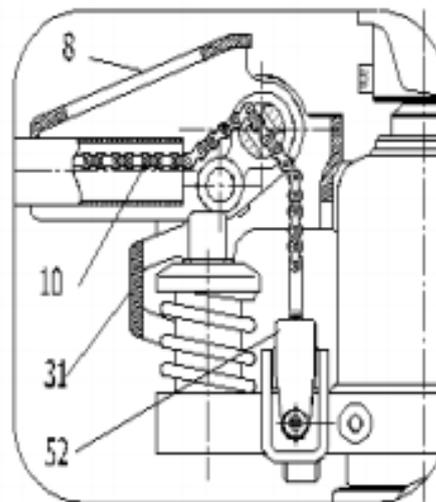

Рис. 2
4. Пропустите цепь 10 трубки рукоятки через отверстие стержня поршня 23. (см. рис. 2)
5. Закрепите винт и гайку на конце цепи 10 в проем пластины 52. (см. рис. 2, 4)
P.S. Если у Вас возникли трудности при сборке, просим обратиться в наш сервисный отдел по телефону: 8 (495) 775-72-19.